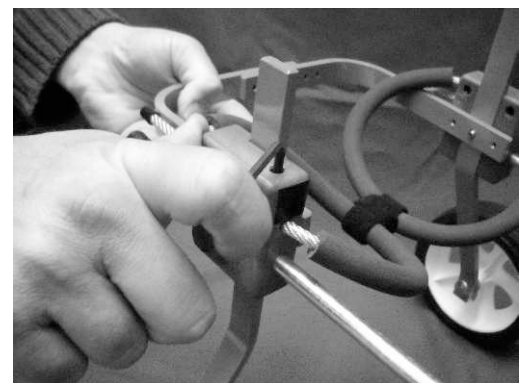

Fig. 9
14. Afloje el tornillo prisionero que se encuentra en la parte de arriba de la pieza plástica principal. **Fig. 9**